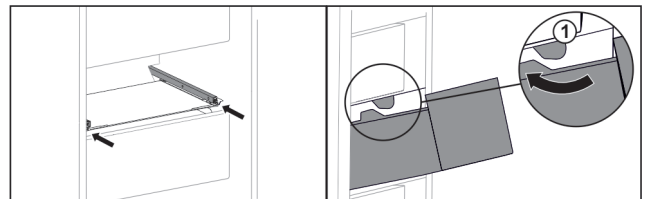

Fig. 50
- ▶ Ghidați sertarul în jurul opritorului Fig. 50 (1).